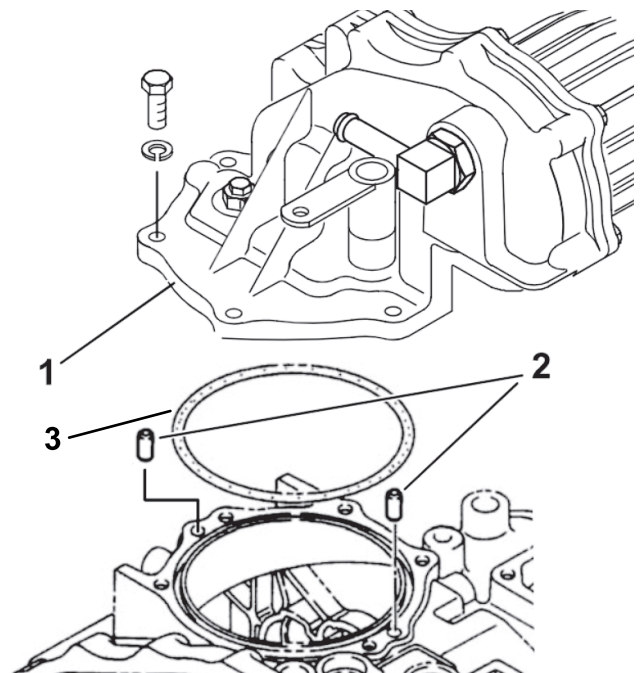

Bild 19
1. Setzen Sie die zwei Ausrichtungsstifte an den Stellen, die in **Bild 19** abgebildet sind, in die Löcher im Getriebe.
2. Befestigen Sie die Zapfwelle mit dem großen O-Ring, den Befestigungsschrauben, Sicherungsscheiben und der Mutter, die Sie von der Getriebeabdeckplatte entfernt haben, am Getriebe (**Bild 19**).